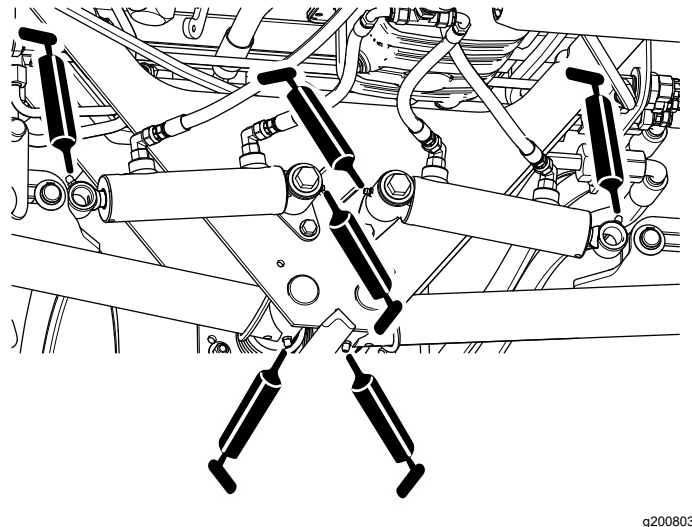

Bild 58
- Hintere Hubarm-Drehzapfen und Hubzylinder (3 Stück an jeder Seite), siehe Bild 58.